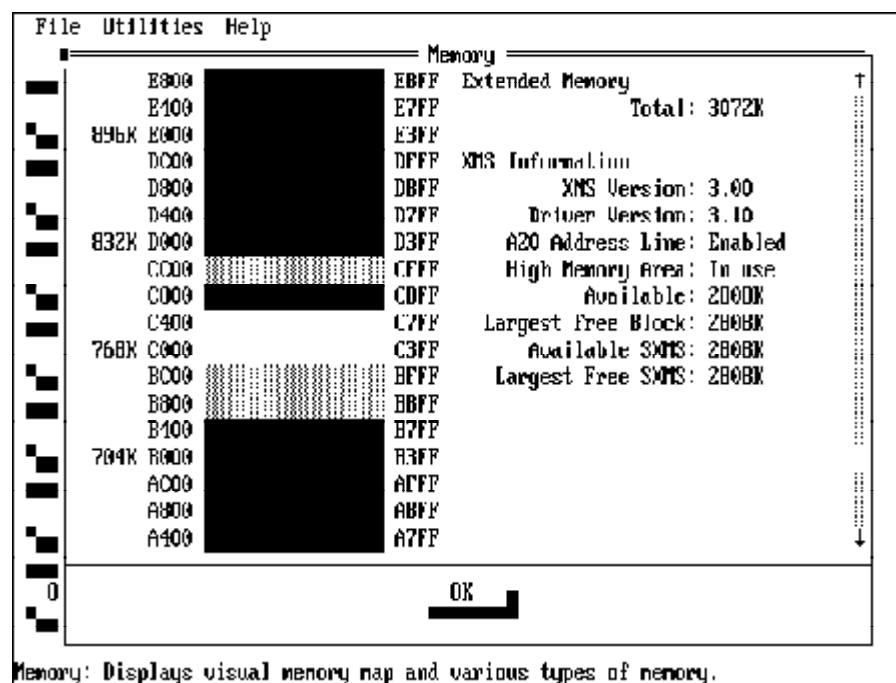

Abb. 6-16: Speicher-Anzeige des DOS-Programms MSD
- Rufen Sie das DOS-Programm MSD auf. Nach Eingabe eines ‘M’ für Memory erscheint eine Darstellung des Speichers Ihres Rechners (Abbildung 6-16).